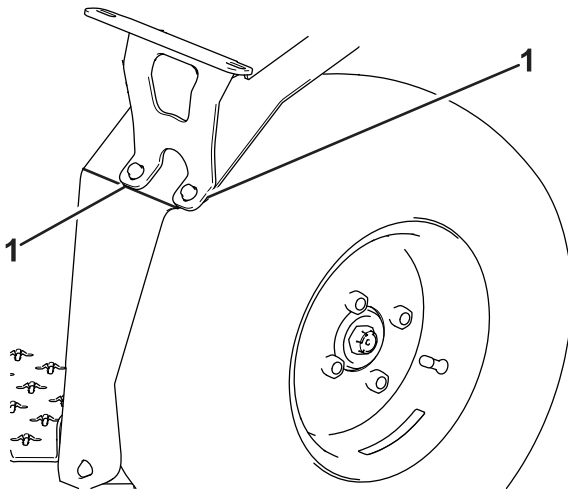

Figura 1
2. Coloque el soporte en el guardabarros trasero derecho y alinee los bordes tal y como se muestra en la Figura 1.